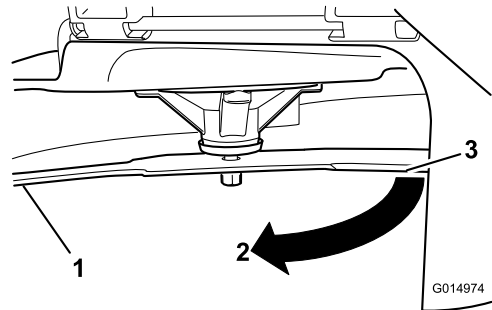

**Figure 54**
2. Enfilez des gants épais ou utilisez une autre protection adéquate pour les mains, et faites tourner la lame lentement jusqu'à une position permettant de mesurer la distance entre le tranchant et la surface plane sur laquelle se trouve la machine (Figure 54).